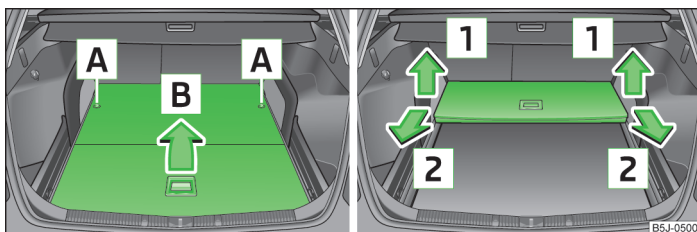

Fig. 52 Plegar/retirar el piso de carga variable
- Desbloquear el piso de carga variable girando las argollas de seguridad hacia la izquierda, aprox. 180° » fig. 52.
- Levantar el suelo de carga variable en el sentido de la flecha » fig. 52 y extraer tirando en el sentido de la flecha » fig. 52.